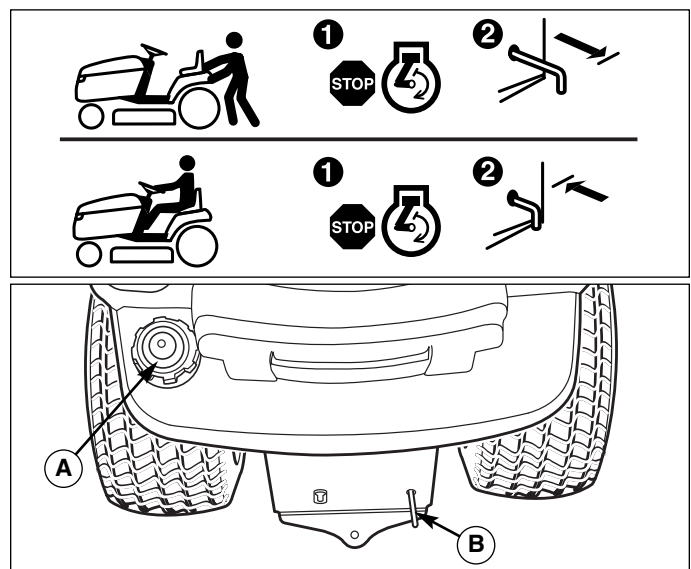

Figure 3. Transmission Release Lever & Fuel Tank
1. Kraftstofftankdeckel abnehmen (A, Abbildung 3).